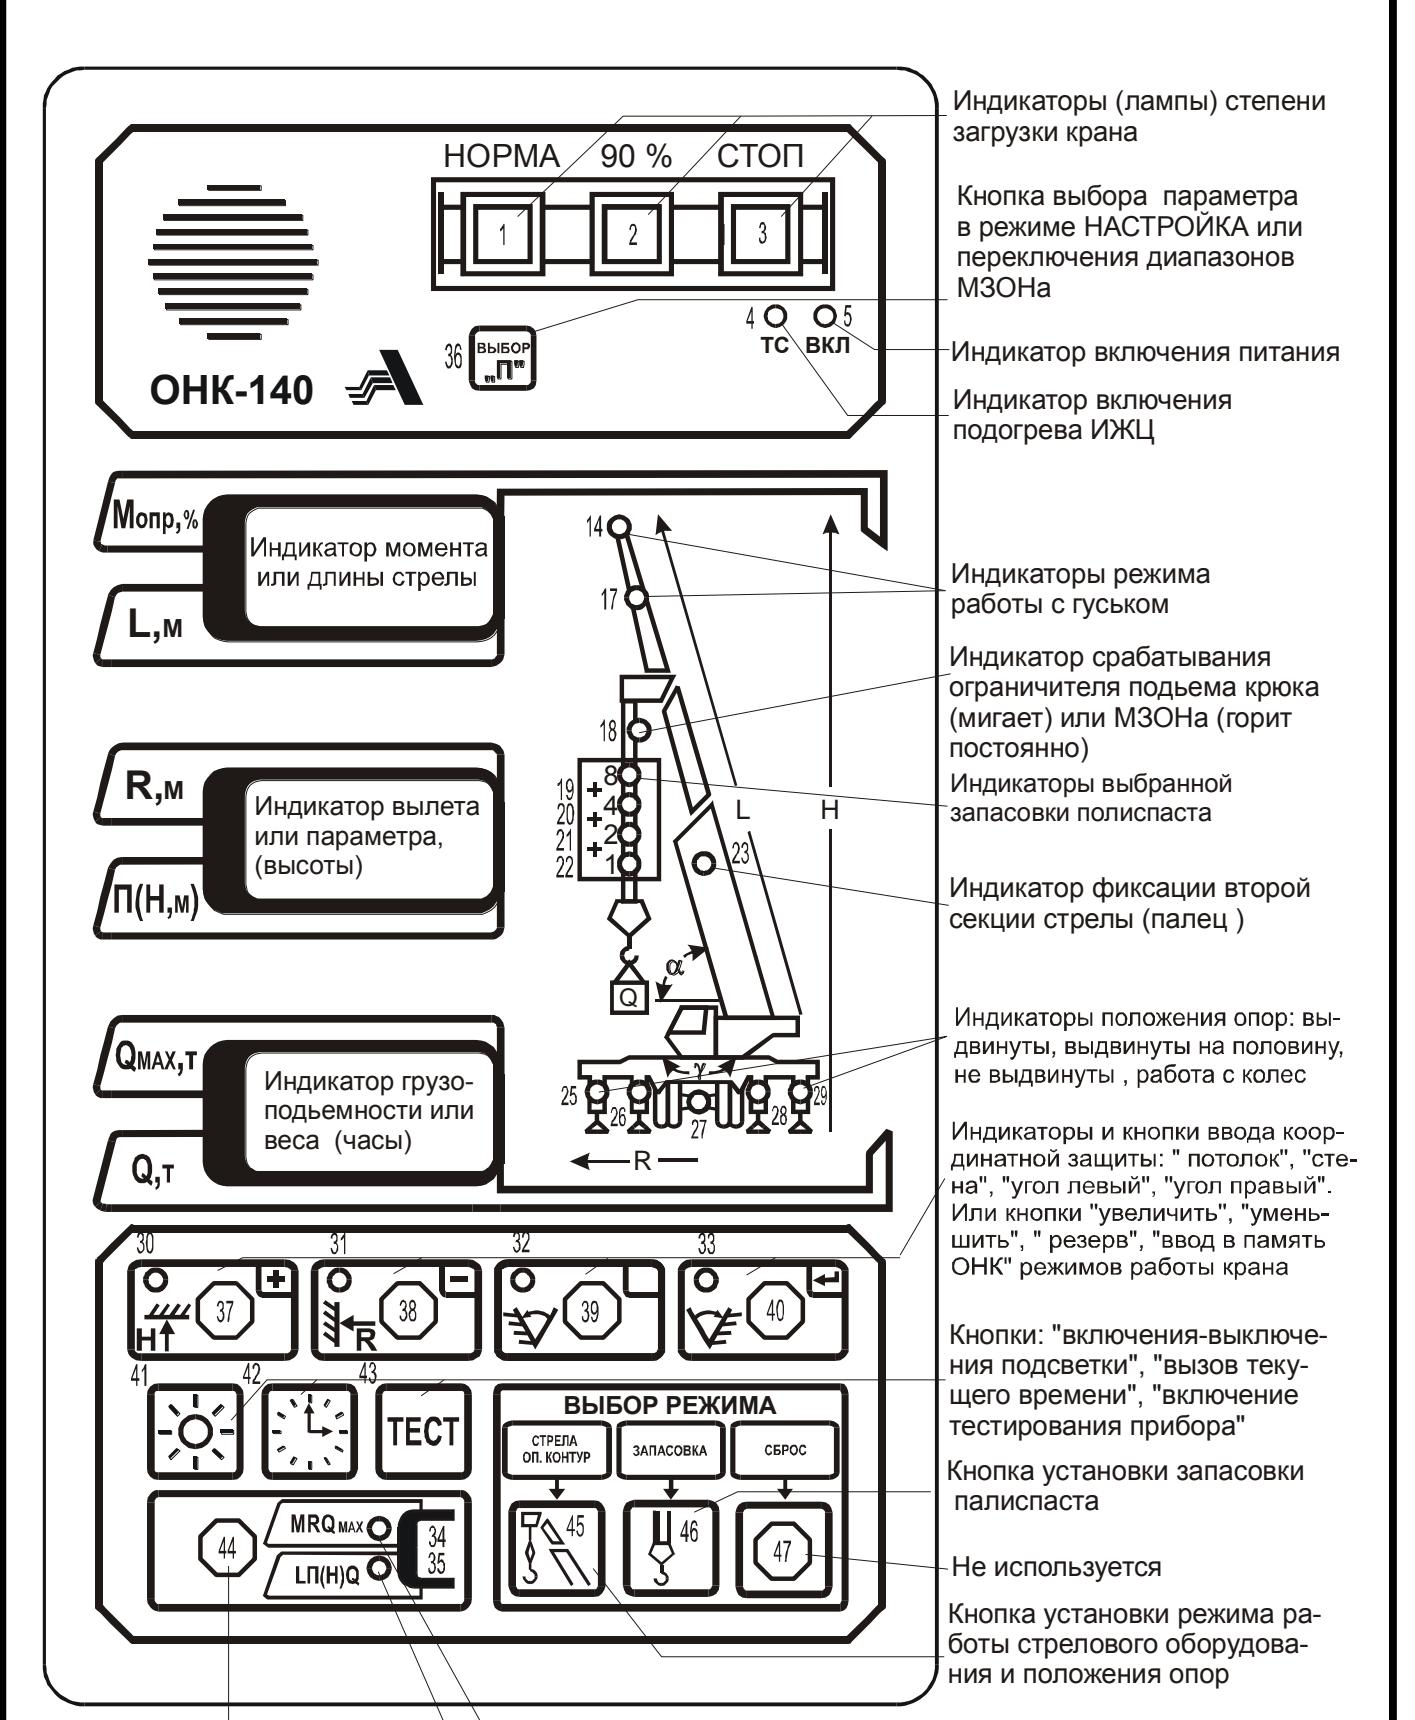

Рисунок 6 - Лицевая панель ОНК
1.4.4 Управление работой изделия [ввод режимов работы крана и (или) параметров координатной защиты, индикация режимов работы и (или) рабочих параметров крана] осуществляется с лицевой панели БОДа (см. рисунок 6).